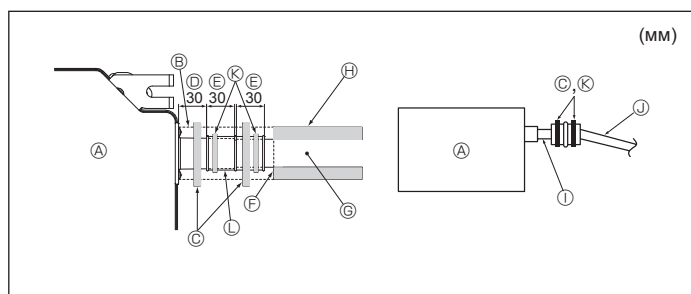

Fig. 3-5
- ① НД $\varnothing 38$ ТРУБА ПВХ для сгруппированных трубопроводов. (изоляция 9 мм или более)
1. Подсоедините дренажное гнездо (в комплекте поставки) к дренажному отверстию. (Fig. 3-5) (Приклейте трубку с помощью клея ПВХ, а затем зафиксируйте ее лентой).